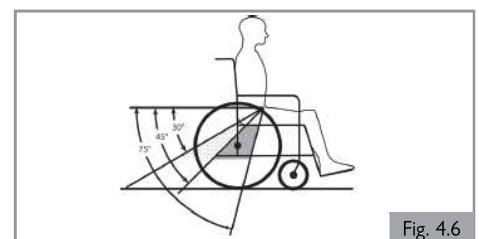

Fig. 4.6
18. Dentro de la zona preferida es aconsejable un ángulo más inclinado (mayor), de cerca de 75 grados pero no mayor (Fig. 4.6).